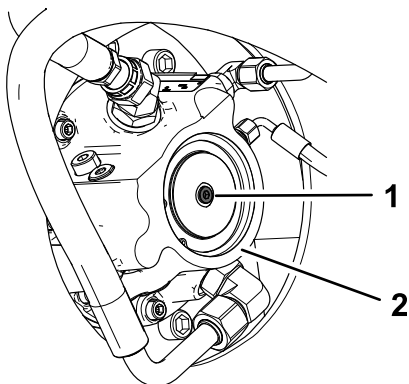

Figura 31
3. En cada motor de tracción, retire el tapón e instale un tornillo (M8-1.25 x 40 mm) y una arandela (M8 x 16 mm) en su lugar (Figura 31). Apriete las fijaciones a mano.